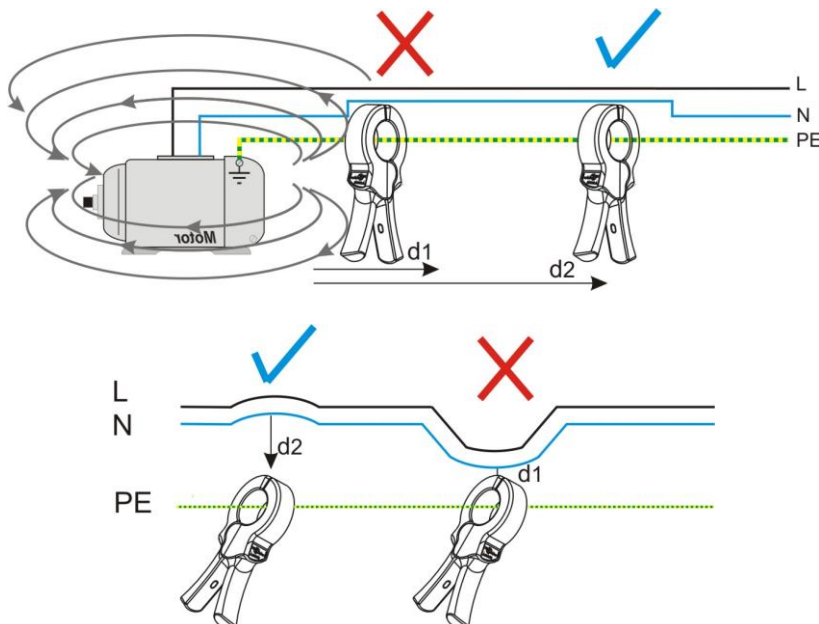

Abb. 12: Minimieren von Einflussgrößen, vermeiden äußerer magnetischer und elektrischer Felder
- Der Zangenstromwandler / die Prüfkabel sollten so weit wie möglich vom Prüfling entfernt angeordnet werden – siehe Abb. 12.